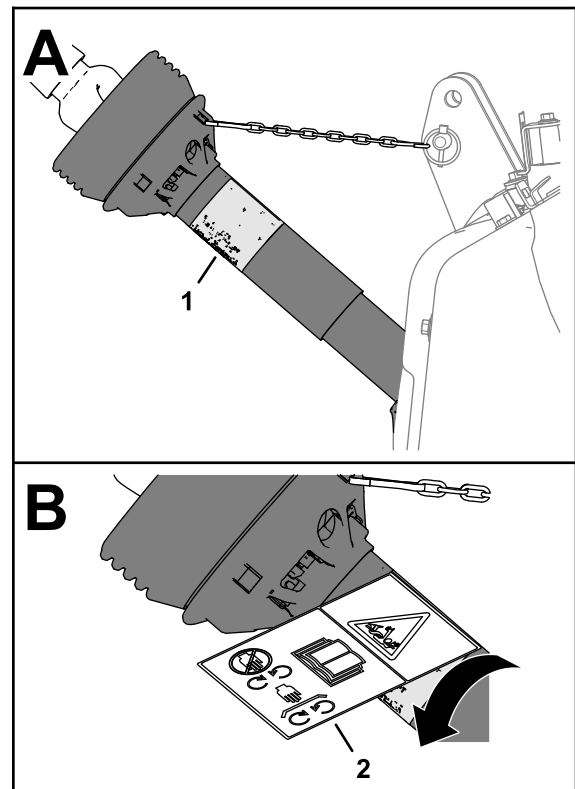

Figura 19
1. Rode o resguardo do veio para aceder ao autocolante de emaranhamento existente (Figura 19).
4. Coloque o autocolante de emaranhamento CE por cima do autocolante de emaranhamento existente (Figura 19).